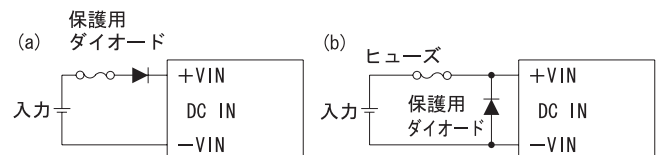

図3.2 逆接続防止
- 入力端子に極性逆の電圧が加わると故障します。極性逆の電圧が加わる可能性がある場合は、図3.2のような保護用の回路を外付けしてください。